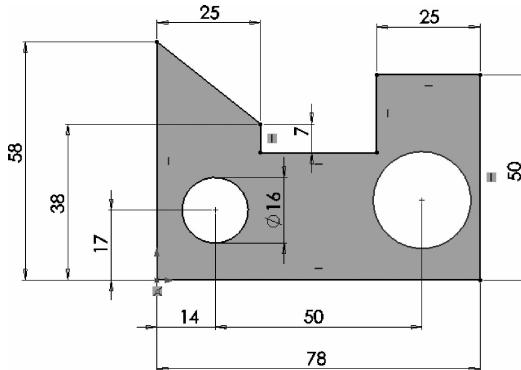

图 1-44 标注尺寸后的草图
- ①单击【智能尺寸】按钮,完成某个尺寸标注(如“53”的同时弹出【修改】对话框。
- ②在微调框中输入“58mm”(见图 1-43),单击 按钮,完成尺寸的修改。按同样方法标注并修改其他尺寸,标注尺寸后的草图如图 1-44 所示。